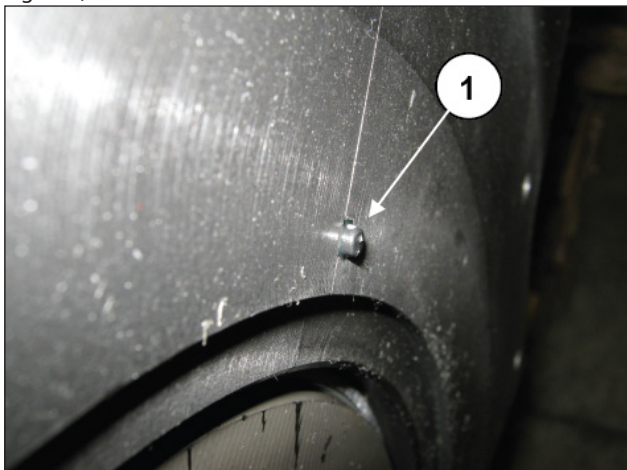

Fig. 115
La cote de saillie des joints toriques doit être de 2 mm (rep. ①, Fig. 115).